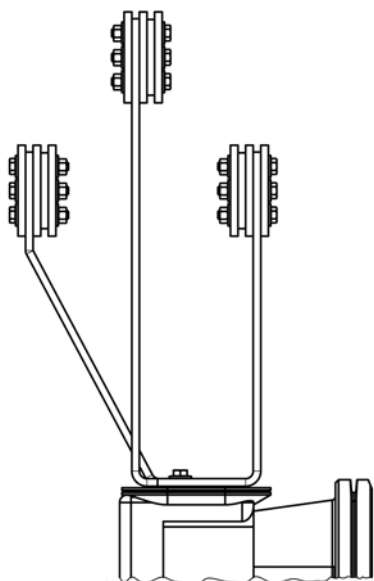
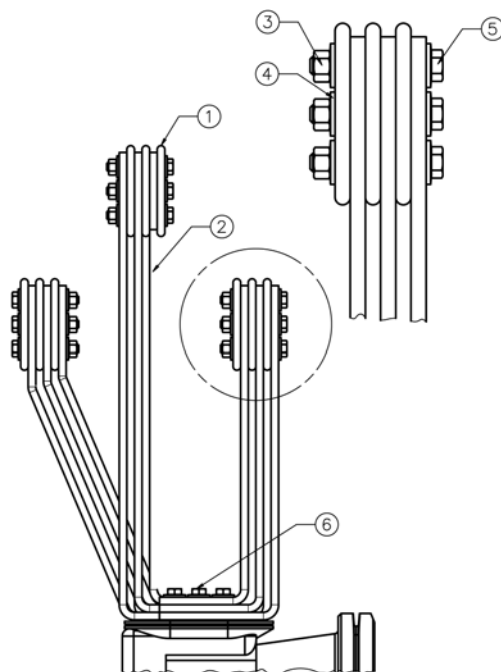

Рис. 35. Боковой вид шинной конструкции 3150/4000 А, панели фидера 1250 А (кожухи шинной изоляции сняты)
Рис. 36. Боковой вид шинной конструкции 3150/4000 А, панели фидера 3150/4000 А (кожухи шинной изоляции сняты)
- ⇒ Изучите взаимосвязь главной шины и панели фидера, показанных на рис. 35 и рис. 36. Для доступа к шинному отсеку см. рис. 20
- ⇒ Скрепите тремя болтами шину с соответствующей панелью фидера и проверьте правильность их направления (см. рис. 35 и рис. 36).